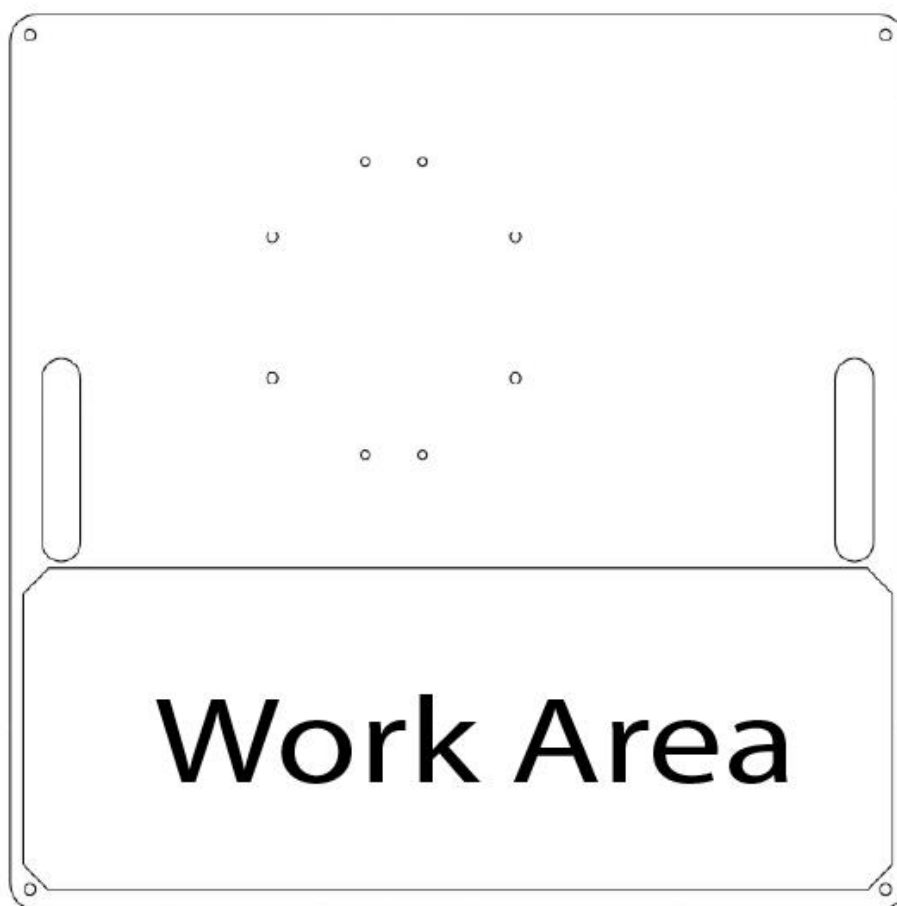

Figura 1: Orientamento della piastra di base
2. Smonta la piastra di base (opzionale) dalla sua scatola separata e mettila nel punto scelto con i fori di montaggio orientati lontano da te (**figura 1**). Se desideri fissare il supporto direttamente al pavimento, devi forare i fori e installare ancoraggi secondo lo schema alla fine di questo manuale.
15. **Opzionale:** L'adesivo bianco incluso (visibile anche nella figura 1) può essere applicato alla piastra di base per aiutare nell'allineamento dei freni a disco fornendo uno sfondo bianco.